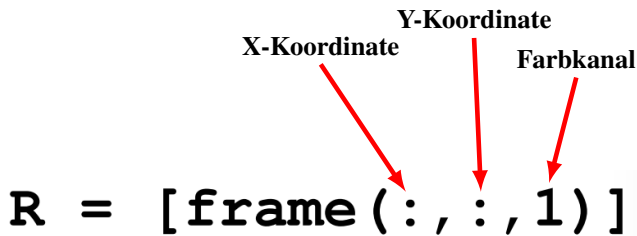

Abbildung 4. Aufbau der Frame Funktion
2) *Farbwert aus einem Bild auslesen:* In MATLAB wird ein Koordinatensystem über das Bild gelegt, das es ermöglicht, für jedes Pixel den entsprechenden Farbwert mit Hilfe der `frame`-Funktion auszulesen. Die `frame`-Funktion besteht aus drei Komponenten (vgl. Abbildung 4), beginnend mit der X-Koordinate, gefolgt von der Y-Koordinate im Bild und schließlich dem Farbkanal (1 rot, 2 grün, 3 blau). Aufgrund der fehlenden Angabe konkreter X- und Y-Werte werden die Farbwerte des gesamten Bildes erfasst und in einer Matrix mit dem Namen `R` gespeichert.